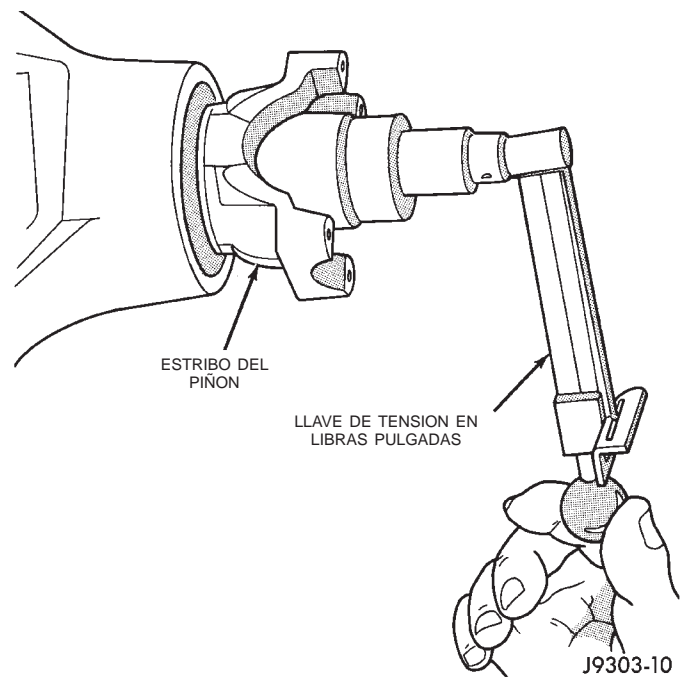

Fig. 59 Verificación del esfuerzo de rotación del piñón satélite
(15) Apriete la tuerca lentamente, en incrementos de 6,8 N·m (5 lbs. pie), hasta alcanzar la torsión de rotación necesaria. Mida con frecuencia el esfuerzo de rotación para evitar aplastar en exceso el separador plegable (Fig. 59).
(16) Gire el piñón satélite diez veces como mínimo. Compruebe que el piñón gira con suavidad. Verifique la torsión de rotación del cojinete con una llave de tensión en libras pulgadas (Fig. 59). La torsión necesaria para girar el piñón satélite debe ser: